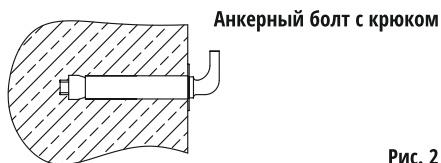

Рис. 2
2. После выбора правильного местоположения определите положения двух установочных отверстий, используемых для анкерных болтов с крюками (200 мм). Сделайте два отверстия в стене с соответствующей глубиной, используя сверло с размером, соответствующим размеру болтов, прикрепленных к прибору. Вставьте болты крюками вверх. Затяните гайки, чтобы надежно зафиксировать крюки, а затем повесьте на них электрический водонагреватель (см. рис. 2).